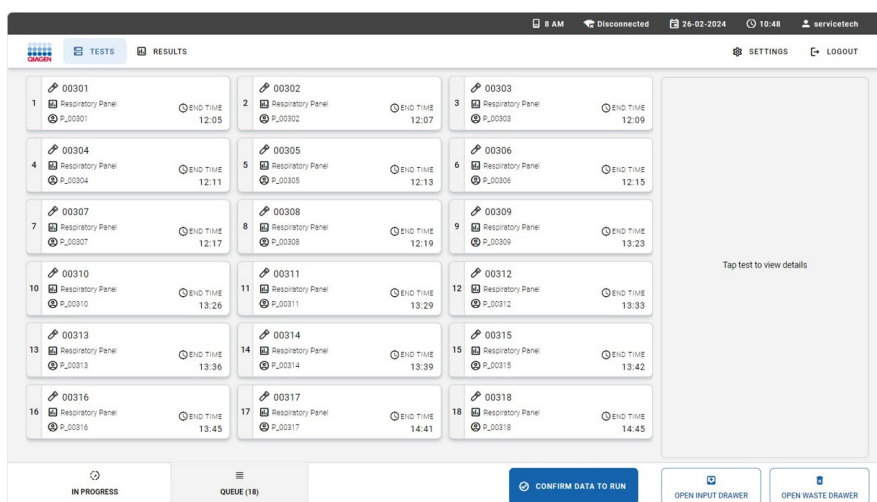

Bild 22. Skärmen Sample queue (provkö).
Om autotetektering av provtyp är aktiverat kommer instrumentet automatiskt att känna igen provtypen automatiskt. Provtypen kommer att visas som autotetekterad i avsnittet med testinformation på provkörskrmen. Provtypen måste väljas manuellt om autotetektering av provtyp inte är möjlig för den analys som används. Om autotetektering av provtyp är inaktiverat kan du behöva välja lämplig provtyp manuellt. Provtypen visas i avsnittet med testinformation på provkörskrmen (Bild 22).
2. Stäng inmatningslådan. Systemet skannar kassetternas streckkod med prov-ID och förbereder en kö (Bild 22).
När den beräknas visas testkön enligt nedan (Bild 22). Granska data som visas i kön. Vid ett fel kommer respektive kassett att flyttas till avfallslådan efter att kön har bekräfts.